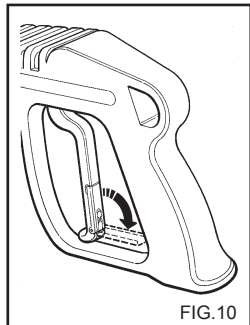

FIG.10
⚠ Stäng fästets skyddskåpa när rengöringsmaskinen inte används. (fig. 10)
Med tryckregulatorn fig. 10, kan operatören ställa in arbetstrycket. Vattentrycket minskar då ratten C vrids motsols mot (B) (minimum).